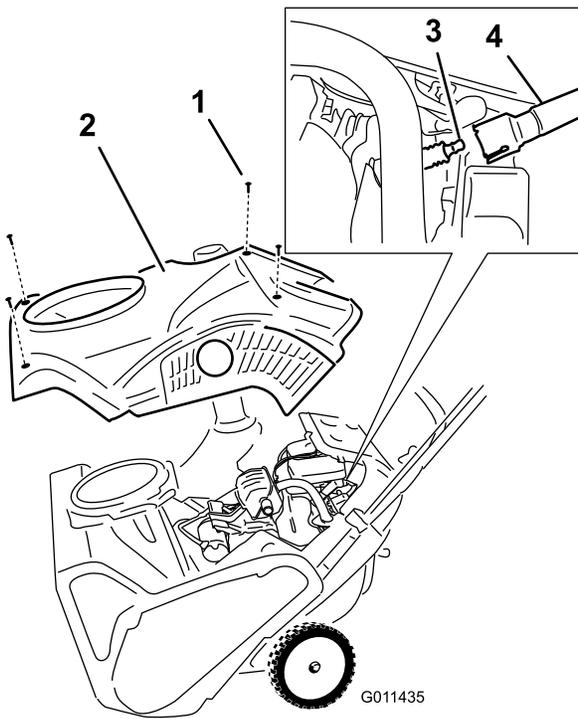

Figura 24
4. Retire los 4 tornillos que sujetan la cubierta (Figura 24).
6. Retire la cubierta (Figura 24).